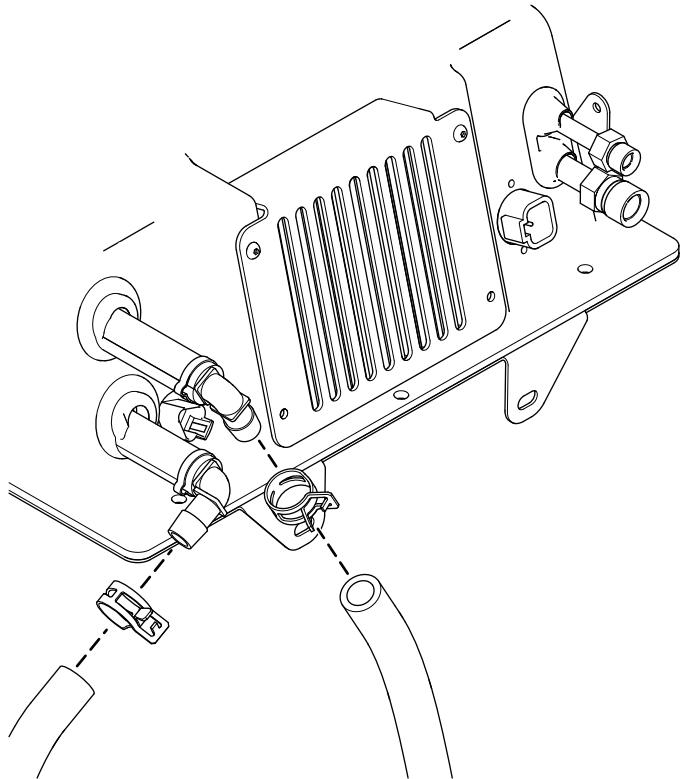

**Bild 24**
1. Schließen Sie die 4 Lüftungsschläuche (55 mm x 68,6 cm bzw. 27") an die einstellbaren Entlüftungen und die 2 Lüftungsschläuche (55 mm x 45,7 cm bzw. 18") an die nicht einstellbaren Entlüftungen mit 6 großen Kabelbindern an, wie in Bild 24 dargestellt.
2. Verlegen Sie die Schläuche und installieren Sie die 4 einstellbaren Entlüftungen in die 4 oberen Löcher; siehe Bild 23 und Bild 24.
3. Verlegen Sie die Schläuche und installieren Sie die 2 nicht einstellbaren Entlüftungen in die unteren 2 Löcher; siehe Bild 23 und Bild 24.
1. Schließen Sie die 4 Lüftungsschläuche (55 mm x 68,6 cm bzw. 27") an den HLK-Kasten und die 2 Lüftungsschläuche (55 mm x 45,7 cm bzw. 18") an die Lufteinlassabdeckung mit 6 großen Kabelbindern an, wie in Bild 23 und Bild 24 dargestellt.